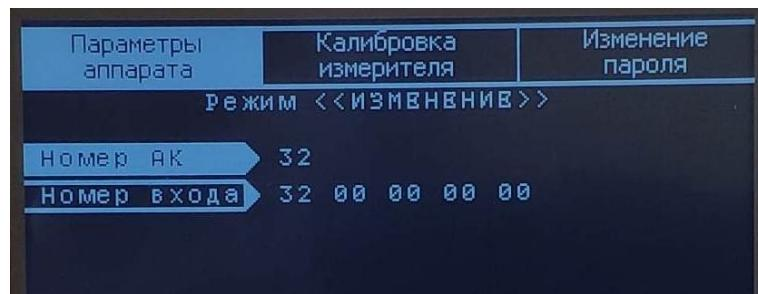

Рисунок 10 – Подраздел «Привязка входов-команд»
**«Привязка входов-команд»** - подраздел предназначен для задания номеров входов, которые действуют на пуск аварийной команды (см. рисунок 10).